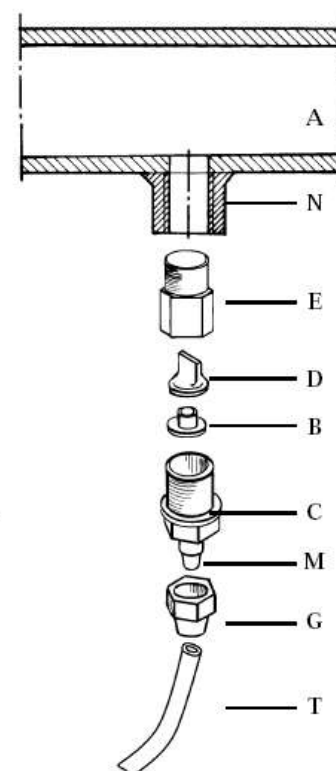

Рис. 6
g. – Выберите наиболее подходящее место для врезки в систему и установите в нем стальной коннектор с наружной резьбой 3/8". Данный коннектор не входит в комплект поставки насоса. Вкрутите в этот коннектор клапан впрыска, как показано на рис. 6. Затем подсоедините шланг сброса к клапану впрыска и закрутите гайку **G**. В данной ситуации клапан впрыска также выполняет функцию невозвратного клапана (обычно выполняется из Витона).
3.1. СХЕМА УСТАНОВКИ КЛАПАНА ВПРЫСКА (Рис. 6)